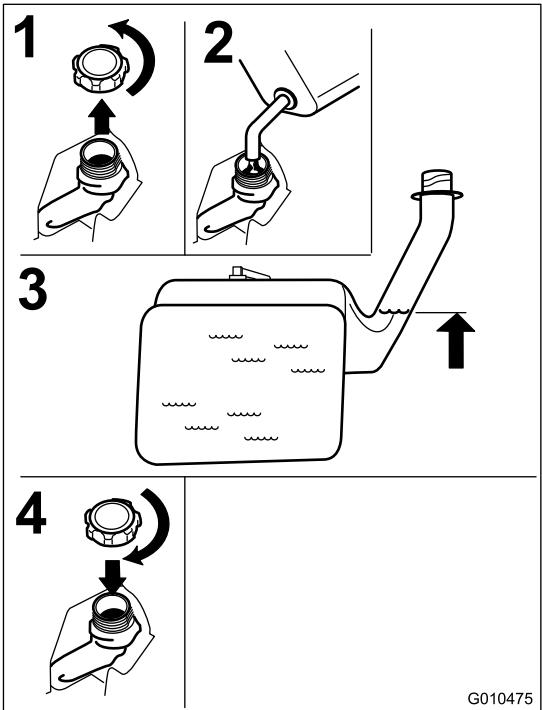

Bild 12
- Füllen Sie **langsam** bleifreies Normalbenzin ein, bis die Unterseite des Einfüllstutzens erreicht ist Bild 12.